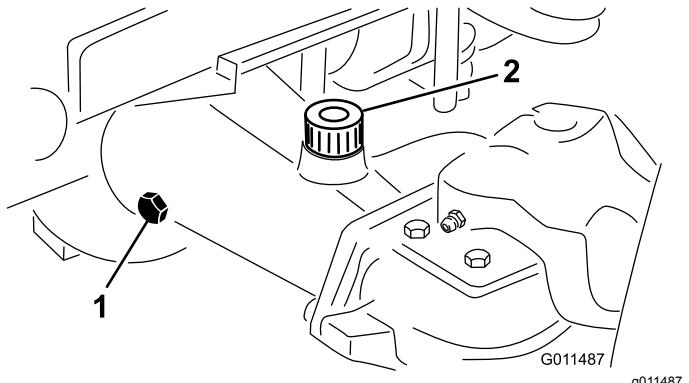

Figura 94
- Togliete il tappo di controllo dall'estremità del ponte e verificate che il lubrificante raggiunga la base del foro (Figura 94).